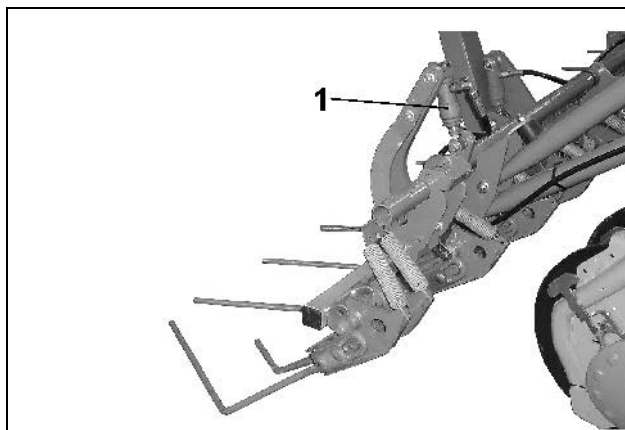
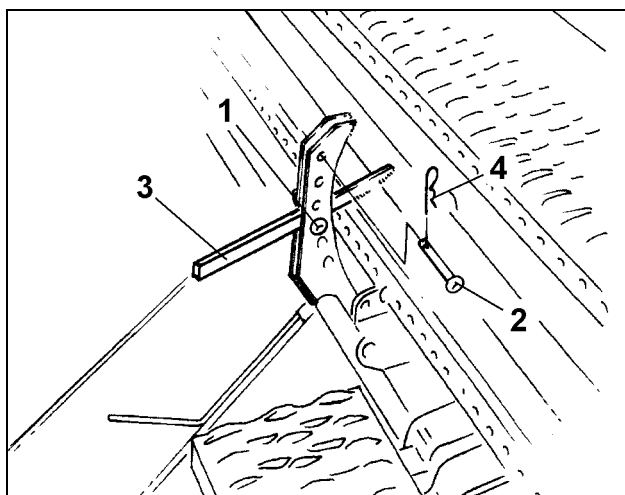

Fig. 88
Fig. 89
En passant d'une zone de sol normal à une zone à sol lourd et vice-versa, la pression du recouvreur FlexiDoigts peut être modulée en actionnant un vérin hydraulique (Fig. 88/1).
Deux axes (Fig. 89/1 et 2) sont brochés dans le segment de réglage et servent de butée au levier (Fig. 89/3). Le levier (Fig. 89/3), actionné par le vérin hydraulique (Fig. 88/1), est en appui contre l'axe I (Fig. 89/1), lorsque le vérin hydraulique est en échappement, et en appui contre l'axe II (Fig. 89/2) lorsque le vérin hydraulique est en pression.
- Mettez le vérin hydraulique (Fig. 88/1) en échappement.
- Introduisez l'axe II (Fig. 89/2) dans l'un des trous du segment de réglage placé au dessus du levier (Fig. 89/3) et goupillez en sécurité avec une goupille agricole (Fig. 89/4).
- Mettez le vérin hydraulique (Fig. 88/1) en pression. Introduisez l'axe I (Fig. 89/1) dans l'un des trous du segment de réglage, placé en dessous du levier (Fig. 89/3) et goupillez en sécurité avec une goupille agricole (Fig. 89/4).